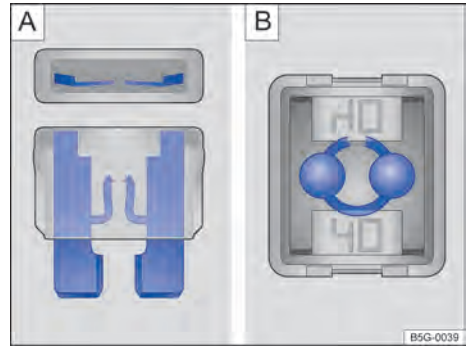

Fig. 223 Fusible fundido: **A)** Fusible enchufable plano. **B)** Fusible tipo bloque.
- Se puede saber si un *fusible enchufable plano* (ATO®, MINI®) está fundido por la tira de metal quemada visible desde arriba y desde los laterales a través de la carcasa transparente → fig. 223 **A**.
- Se puede saber si un *fusible tipo bloque* (JCASE®) está fundido por la tira de metal quemada visible desde arriba a través de la carcasa transparente → fig. 223 **B**.